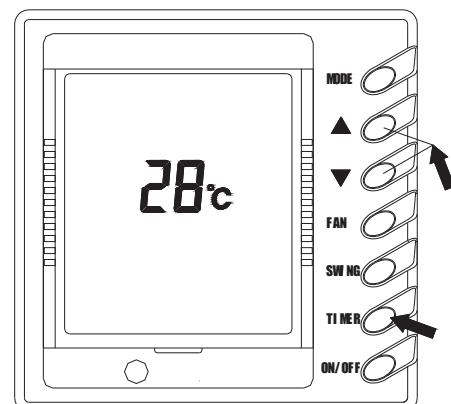

Рис. 2
### 1) Включение и выключение кондиционера (Рис. 2)
**Внимание :** На рис. 2 изображен дисплей пульта управления после включения питания, но ДО включения кондиционера. Когда подключено питания и провод пульта управления, то на дисплее отображается температура в помещении, независимо от того, работает кондиционер или остановлен. В данный момент на дисплее больше ничего не отображается,